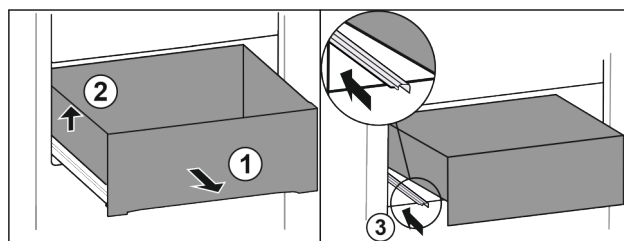

Fig. 126
- ▶ Schubfach bis zum Anschlag herausziehen. Fig. 126 (1)
- ▶ Schubfach links anheben. Fig. 126 (2)
- ▶ Linke Schiene einschieben. Fig. 126 (3)